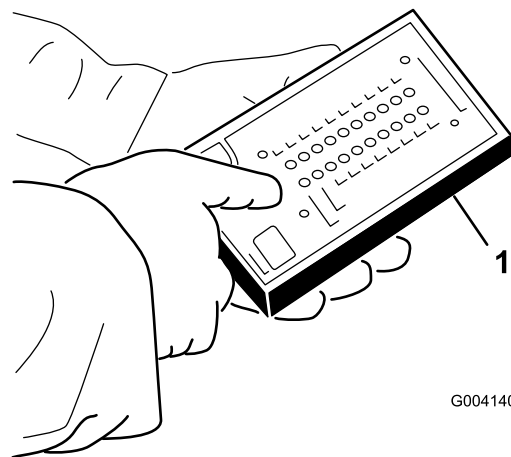

図 40
4. 故障診断 ACE ディスプレイを打ちのコネクタを診断用コネクタに接続する 図 40。